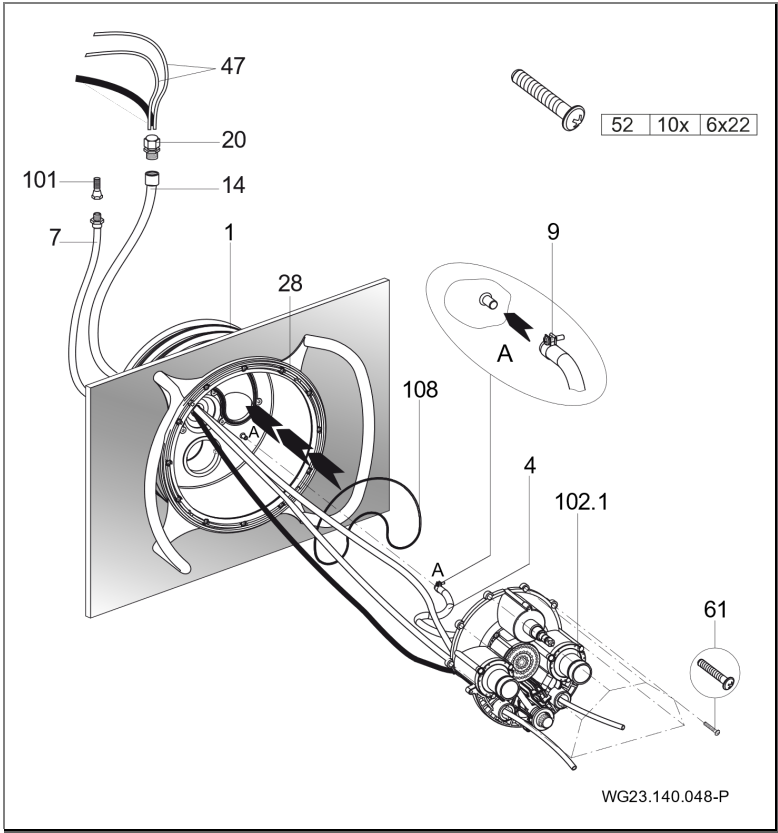

Fig. 18
2. Placer le joint torique (108) dans la pièce à sceller (1). (Fig. 18)
3. Visser les dix vis auto taraudeuses jointes (61) dans le corps de buses. Poser le corps de buses pré assemblé (102.1) contre la pièce à sceller (1). (Fig. 18)
4. Faire passer les tuyaux pneumatiques ou les câbles des boutons-poussoirs piézo à travers les ouvertures inférieures ou extérieures du boîtier de buses (102.1); éclairage MARCHE/ARRET à gauche; pompe MARCHE/ARRET à droite. (Fig. 18)
5. Faire passer les tuyaux pneumatiques (47) ou les câbles des boutons-poussoirs piézo et les câbles du projecteur à travers la gaine de protection (14) puis l'étancher à l'aide du passe-câble (20). (Fig. 18)
6. Fixer la tuyauterie d'air interne (4), qui est déjà complètement pré- assemblée avec le corps de buses (102.1) et la régulation d'air, à la pièce à sceller (1) avec le collier de serrage (9). (Fig. 18)